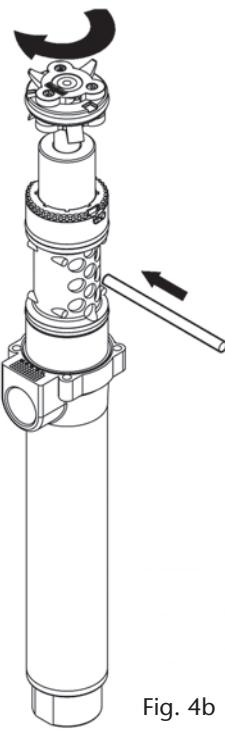

Fig. 4b
- To remove the valve mechanism, pull up the same until the hole in pump piston becomes visible in one of the perforations in the packing sleeve. Put a suitable tool into the hole in the pump piston to fix it and unscrew the valve mechanism (fig. 4b).
- Para desmontar el conjunto inversor, tire del mismo hacia arriba hasta que el agujero en el vástago quede visible en una de las perforaciones del casquillo empaquetadura. Introduzca una herramienta adecuada en el agujero del vástago para fijarlo y desenrosque el conjunto inversor (fig. 4b).
3. Pour démonter l'ensemble inverseur, tirer ce dernier vers le haut jusqu'à ce que l'orifice de la tige soit visible au niveau d'une des perforations de l'ensemble porte-joints. Introduire l'outil qui convient dans l'orifice de la tige afin de fixer et desserrer l'ensemble inverseur (fig. 4b).